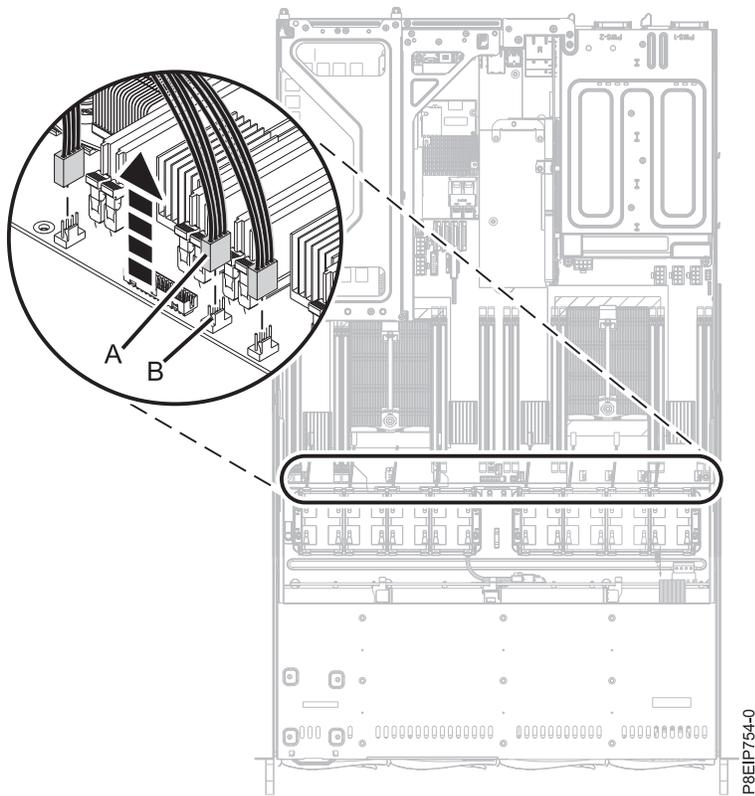

Abbildung 18. Lüfterkabel abziehen
4. Um ein Lüfterkabel abzuziehen, entriegeln Sie die Anschlussklemme **(B)** und ziehen Sie den Anschluss **(A)** an der Systemrückwandplatine vorsichtig nach oben (siehe Abb. 18 auf Seite 23). Ziehen Sie nicht an den Drähten. Führen Sie das Kabel durch die Lüfterhalterung.